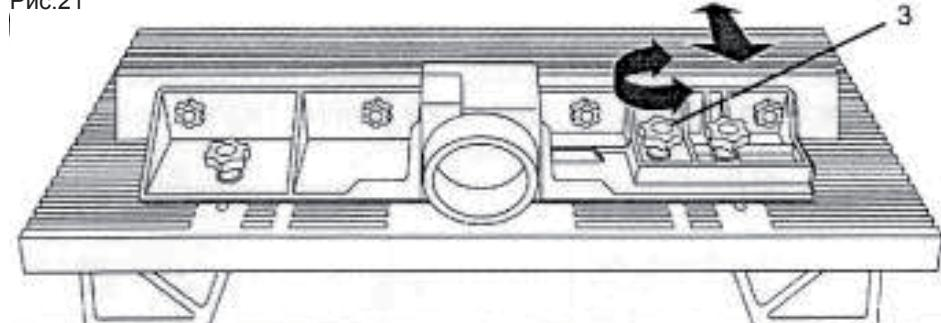

Рис.22
- Ослабьте гайки (3), которые регулируют движение направляющей вперед и назад. Установите панель, чтобы заготовка не падала со стола после обработки (рис. 22).